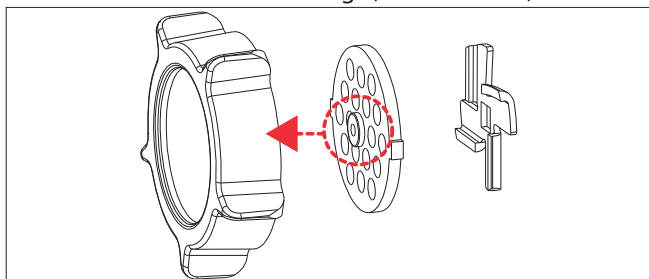

Abb. 12 – Lochscheibe korrekt einsetzen
- ▶ Wählen Sie eine passende Lochscheibe und setzen Sie sie auf die Achse der Förderschnecke. Achten Sie darauf, dass die Lochscheibe mit der Nut in der korrekten Position in das Schneckengehäuse eingeführt wird und die Nase nach vorn zeigt (siehe Abb. 12).